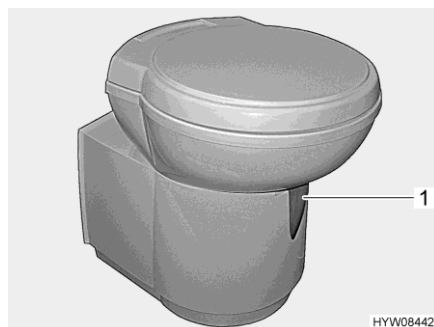

Fig. 210 Tazza del WC Thetford (orientabile)
- Prima di tirare l'acqua, aprire il cursore della toilette Thetford. A tal fine girare la leva del cursore (Fig. 210,1) in senso antiorario.